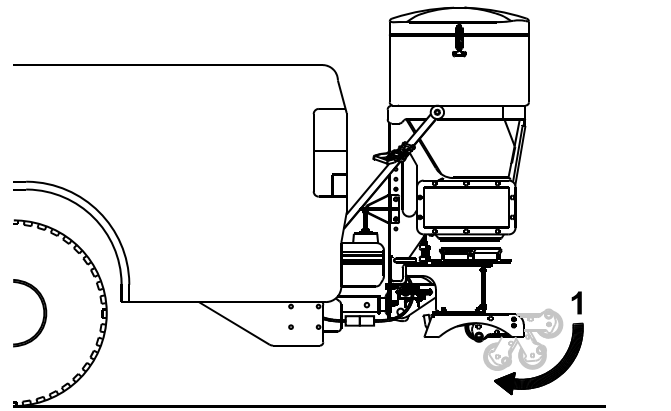

Figure 22
8. Avec le pied, appuyez sur les roues du pied de support pour les faire pivoter et les ranger sous le pied (Figure 22).